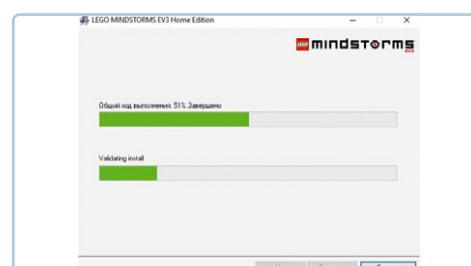

Рис. 1.10. Процесс установки. Запустите программу установки, дважды щелкнув мышью по файлу, который вы скачали
- В операционной системе Windows дважды щелкните мышью по файлу, который вы только что скачали, и установите программное обеспечение в соответствии с инструкциями, отображенными на экране (рис. 1.10). В операционной системе macOS дважды щелкните мышью по файлу с расширением .dmg, который вы скачали, а затем дважды щелкните мышью по появившемуся пакету. Для установки программного обеспечения следуйте инструкциям на экране.